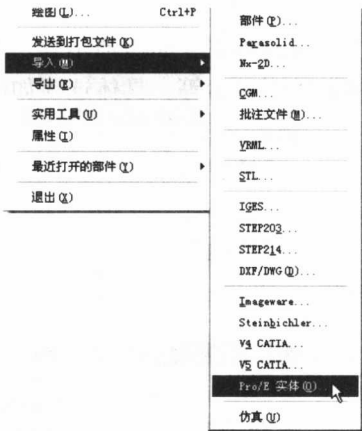

图 1-11 文件转换
(12) UG 4.0 在转换模块中增加了直接导入 Pro/E 的实体文件的选项, 包括零件、装配。导入的版本除了 2001 版, 还包括了野火 1、野火 2。菜单如图 1-11 所示。